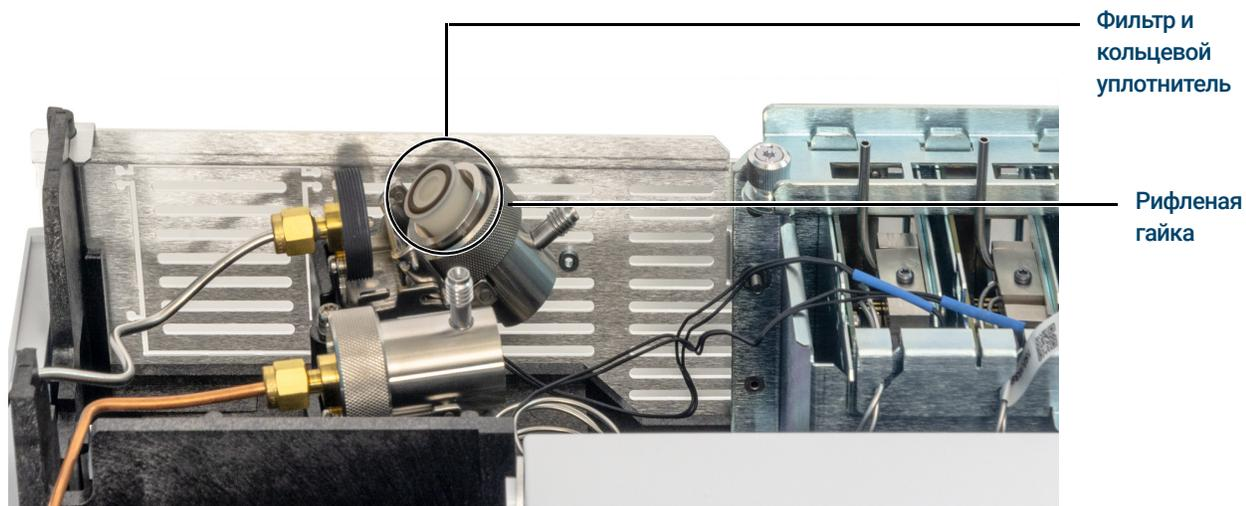

Рис. 8. Сдвиг блока фильтра для обнажения фильтра
- 5 Сдвиньте блок фильтра назад с направляющей монтажной скобы и поднимите его вверх, чтобы обнажить фильтр, как показано на **Рис. 8**.